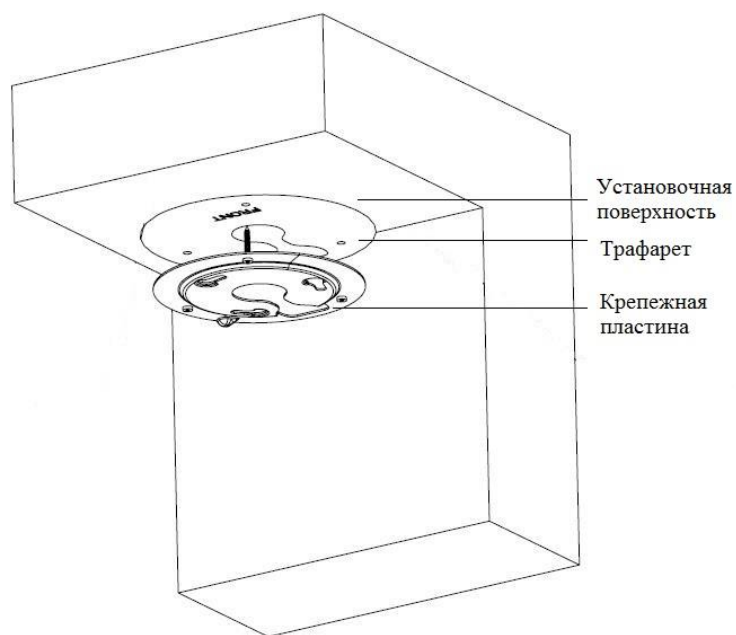

Рисунок 3
4.5 Закрепите крепежную пластину на установочной поверхности (рис.3).